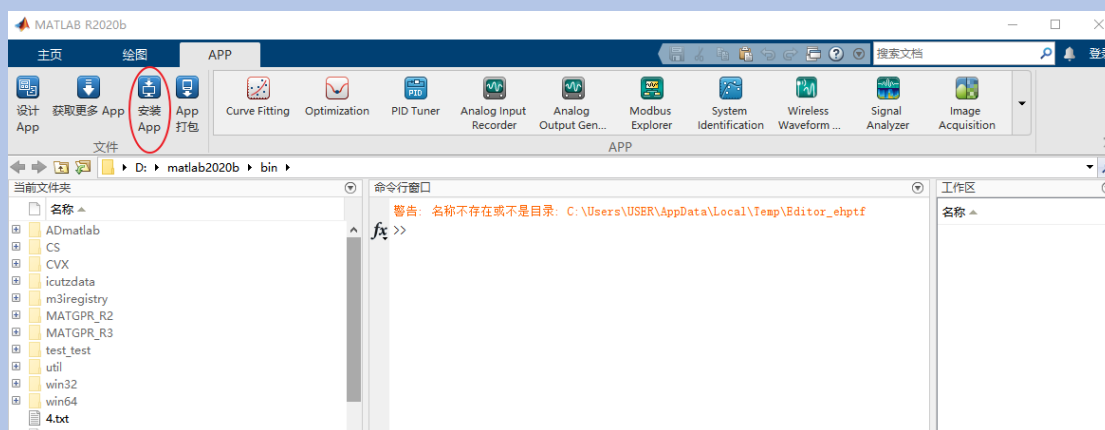

图 2-1 MATLAB 中安装 GPRlab
(1) 首先确保您的电脑中安装有 MATLAB R2020b 及以上版本。
(2) 如图 2-1，打开 MATLAB，进入 APP 模块，点击安装 App，选择我们提供的 GPRlab.mlappinstall.